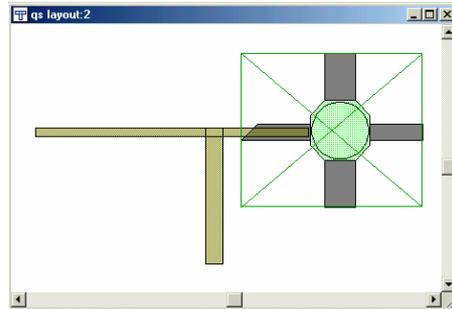

Рис. 4.12. Создание и слияние топологии
3. Выберите **Edit > Snap Together**, чтобы соединить все фаски элементов топологических ячеек вместе (рис. 4.12). Для вывода топологии можно также нажать кнопку **View Layout** на инструментальной панели.